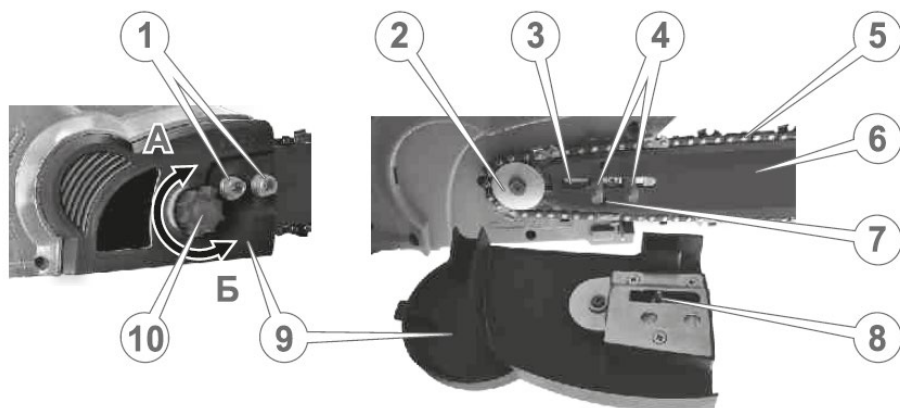

Рисунок 3. Схема встановлення пиляльного блока.
5.1.2 Встановлення напрямної шини із пильним ланцюгом (рис. 3), вказівки щодо зменшення шуму або вібрації.
1. Відкрутити ключем гайки (1 рис. 3) фіксації бокової кришки (9, рис. 3) та акуратно демонтувати кришку.
2. Увести ланцюг (5, рис. 3) в зачеплення з веденою зірочкою, розташованою на «носку» напрямної (6, рис. 3). Звернути увагу на правильний напрямок руху ланцюга, який показаний на корпусі кришки, на «шині» та накарбований на ланцюгу.
3. Встановити довгий паз «шини» (6, рис.3) з ланцюгом на затискні шпильки (4, рис. 3) та вирівняти на напрямному виступі (3, рис.3).
4. Накласти ланцюг (5, рис. 3) на ведучу зірочку (2, рис. 3) та вставити в паз «шини» хвостовики ланцюга. Проведення цієї операції почати із верхньої гілки шини. Посунути «шину» так, щоб ланцюг натягнувся.
5. Встановити захисну кришку (9, рис. 3), та зафіксувати її гайками, не затягуючи їх.